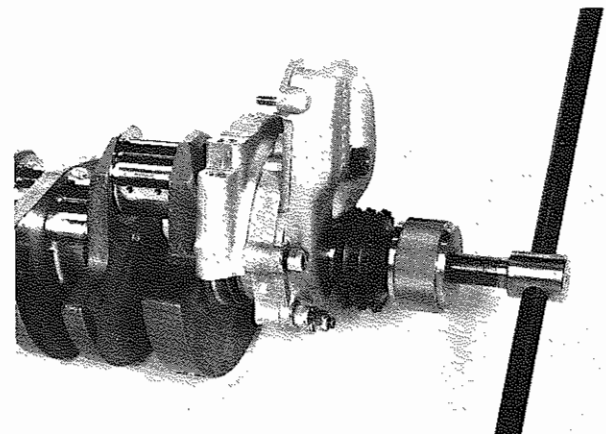

Fig. 91 - Smontare il pignone distribuzione e la pompa olio
- NOTA** - Per estrarre il supporto 1 dall'albero motore è necessario smontare il pignone distribuzione e la pompa olio (**Fig. 91**).
NOTE - To take out journal 1 from crankshaft, remove timing pinion and oil pump (**Fig. 91**).